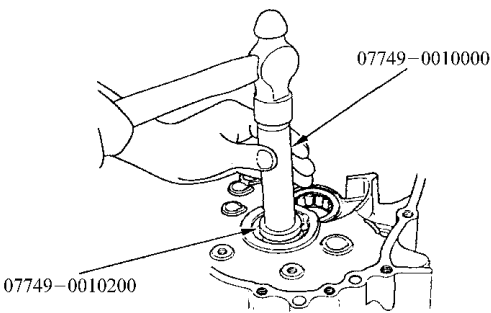

图 4-101 安装油封
- 4) 借助专用工具，如图 4-101 所示，将新的油封从变速器侧打入。